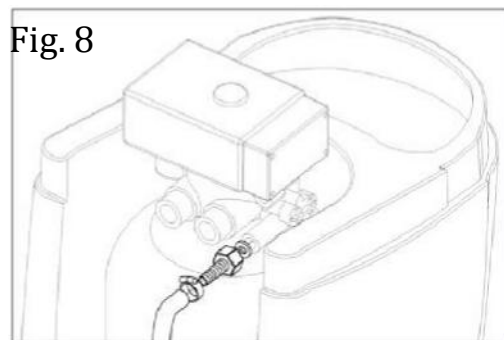

Fig. 8
7. Raccordez la conduite d'évacuation de la vanne (Fig. 8) à l'égout au moyen d'un tuyau compris dans le kit de raccord de l'évacuation. Raccordez le tuyau directement à l'évacuation (siphon).